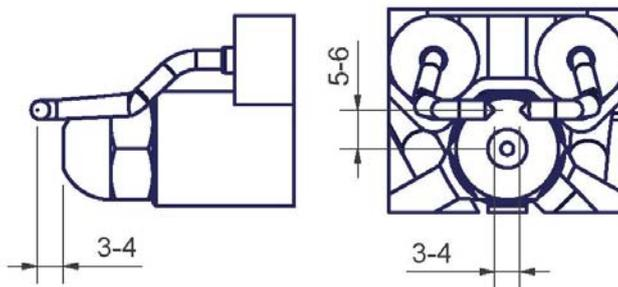

Рис. 41
- Проверьте запальный электроды, очистите, отрегулируйте и, при необходимости, замените (см. Рис. 41).